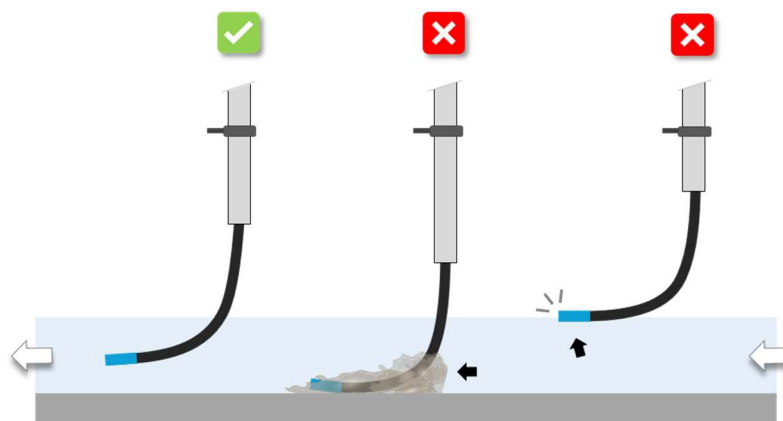

Figure 9 : Positionnement du capteur dans la hauteur de la colonne d'eau.
- La cellule de mesure du capteur doit être positionnée idéalement à mi-hauteur dans le flux. Un positionnement trop haut risque d'exposer la cellule de mesure hors de l'eau. Un positionnement trop bas risque de conduire à l'accumulation de macrodéchets sous le capteur et à l'usure prématuré de la cellule de mesure (Figure 9).